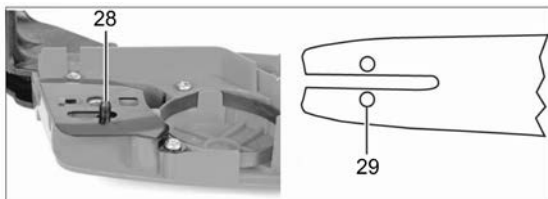

Рисунок 4
- Відрегулюйте гвинт натягу ланцюга (14, рисунки 1 і 5) на боковій частині кришки зчеплення таким чином, щоб штифт механізму натягу ланцюга (28, рисунок 4) сумістився з відповідним отвором напрямної шини (29, рисунок 4). При цьому отвори на кришці зчеплення повинні збігатися зі спрямовувальними гвинтами.
- Вставте штифт механізму натягу ланцюга (28, рисунок 4) в спеціальний отвір на напрямній шині та одягніть кришку зчеплення. Вручну нагвинтіть гайки фіксації кришки зчеплення (19, рисунки 1 і 5) на спрямовувальні гвинти.